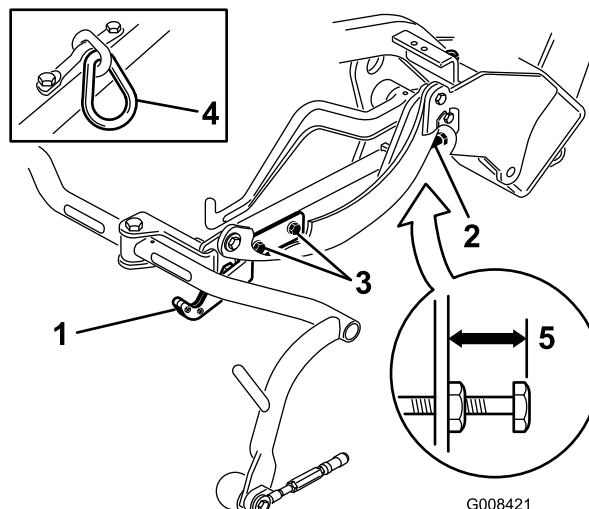
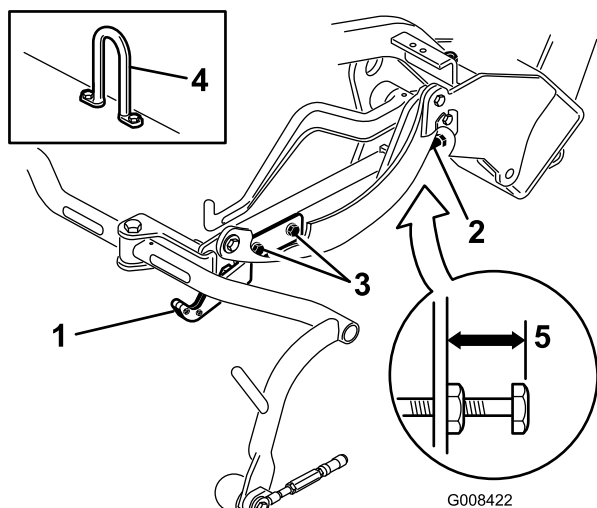
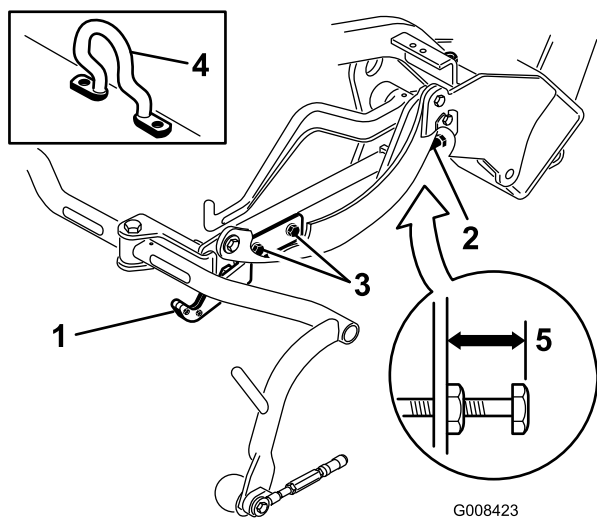

Bild 19
Bild 20
Bild 21
Prüfen Sie die Transporthöhe (Bild 19 und Bild 20) und stellen sie ggf. ein.
2. An Mähwerken, die ein Kettenglied oder einen geraden Hubhaken haben (Bild 19 & Bild 20, Einsätze) müssen Sie darauf achten, dass der Abstand von der Oberkante der Einstellschraube am Trägerrahmen bis zur Rückseite des Trägerrahmens 22 mm beträgt. Sollte der Abstand nicht 22 mm sein, gehen Sie auf Schritt 4. Wenn das Mähwerk mit einen Versatzhublenker (Bild 21) ausgestattet ist, gehen Sie auf den nächsten Schritt.
3. An Mähwerken, die einen Versatzhubhaken haben (Bild 21, Einsatz) müssen Sie darauf achten, dass der Abstand von der Oberkante der Einstellschraube am Trägerrahmen bis zur Rückseite des Trägerrahmens 25 mm beträgt. Sollte der Abstand nicht 25 mm sein, gehen Sie auf Schritt 4.
4. Lockern Sie die Befestigungsschrauben an der Transportplatte (Bild 19, Bild 20 und Bild 21).
7. Wenn die Trägerrahmen nicht dieselbe Höhe aufweisen, lösen Sie die Klemmmutter an der Einstellschraube des Trägerrahmens (Bild 19, Bild 20 und Bild 21). Drehen Sie die Schraube raus, um den Trägerrahmen anzuheben, oder drehen Sie die Schraube rein, um ihn abzusenken. Ziehen Sie die Klemmmutter fest, wenn Sie die richtige Höhe eingestellt haben.